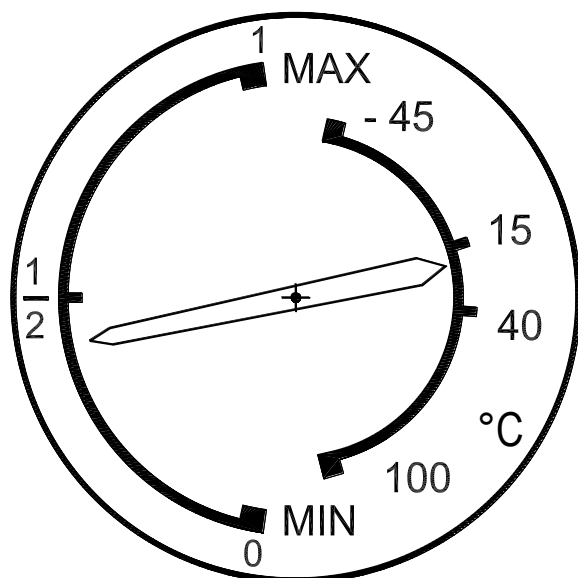

Рис. 2. Шкала циферблата
1.3. Шкала циферблата маслоуказателя приведена на рис. 2.